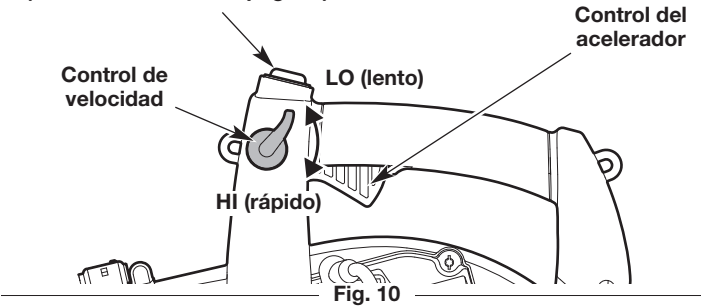

Fig. 10
NOTA: No es necesario encender la unidad. El interruptor de encendido/apagado está en la posición **Encendido (I)** en todo momento (Fig. 10).
4. Apriete y mantenga oprimido el control del acelerador o mueva el control de crucero a la posición **HI (rápido)** (Fig. 10).
NOTA: Continúe **APRETANDO** y **MANTENGA APRETADO** el control del acelerador o mantenga el control de crucero en la posición **HI (rápida)** para **TODOS** los pasos subsiguientes (Fig. 10).
2. Oprima y mantenga apretado el interruptor de encendido/apagado en la posición **Apagado (O)** hasta que el motor se pare por completo (Fig. 10).
- Use el control de velocidad para facilitar la operación continua (Fig. 10).